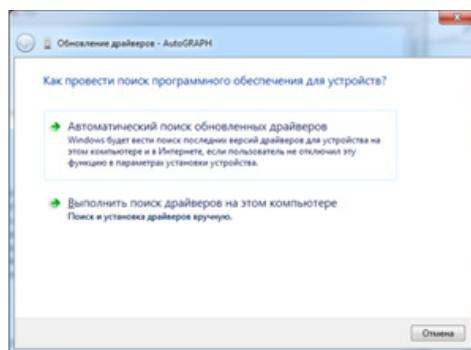

Рис.2.
- Установите модуль «АвтоГРАФ-GSM-Drive» в отсек тахографа. При этом разъем для подключения к тахографу должен быть направлен вовнутрь, а задняя крышка модуля (с наклейкой изготовителя) – направлена вверх (Рис.2).
**4.** Запустите Мастер обновления драйверов для устройства AutoGRAPH, выберите пункт «Выполнить поиск драйверов вручную» (Рис.2).